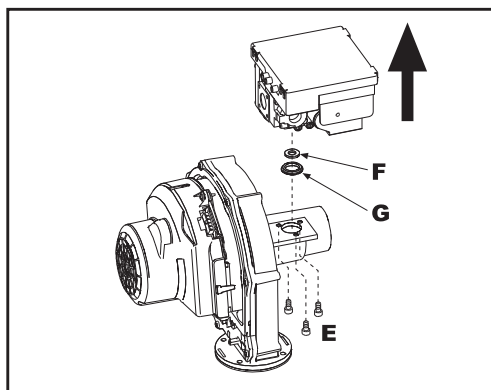
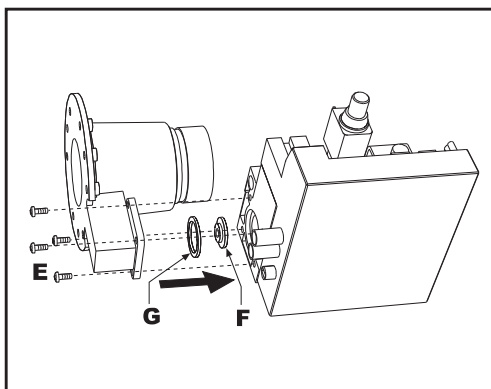

рис. 57 - Модель **ENERGY TOP B 80 - 160**
рис. 58 - Модель **ENERGY TOP B 125 - 250**
7. Открутите винты “Е” (рис. 57 модель **ENERGY TOP B 80 - 160** и рис. 58 модель **ENERGY TOP B 125 - 250**) и демонтируйте газовый вентилятор.
8. Снимите газовую форсунку “F” (см. рис. 57 для модели **ENERGY TOP B 80 - 160** и рис. 58 для модели **ENERGY TOP B 125 - 250**) и замените ее с форсункой, находящейся в комплекте для перенастройки, вставив последнюю в уплотнительное кольцо “G”. Установите на место ранее демонтированные детали, затем проверьте систему на отсутствие утечек.